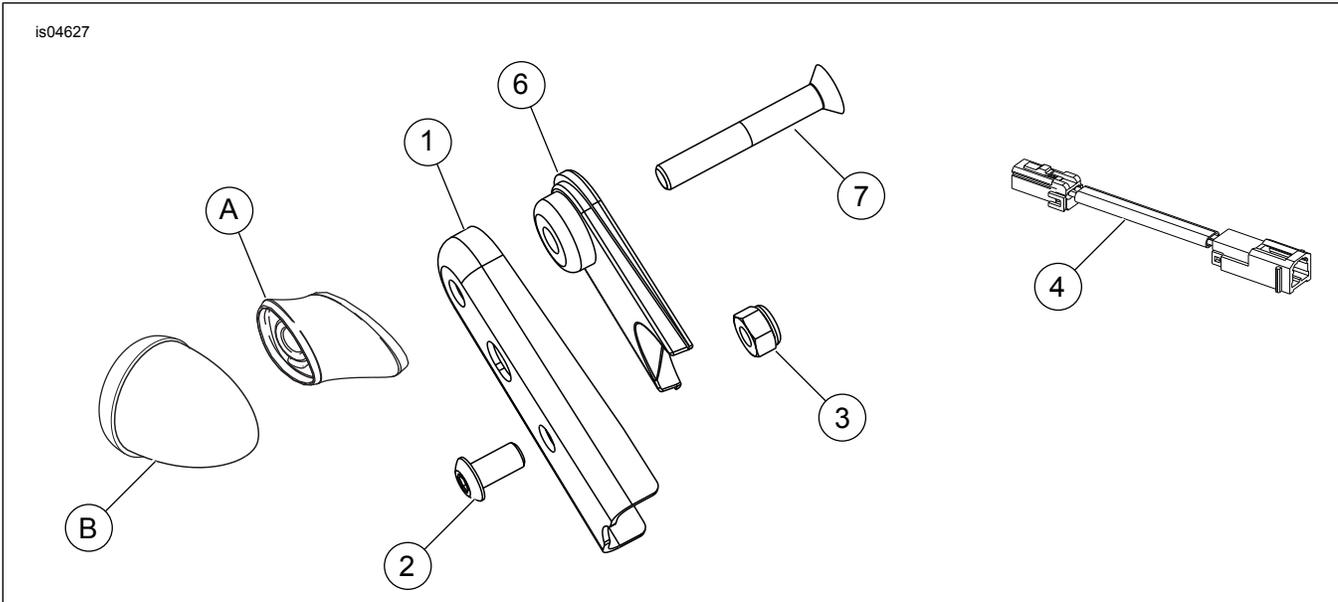

Figura 7. Parti di ricambio: kit di riposizionamento degli indicatori di direzione
Vedere Figura 7 e Tabella 1.
5. Vedere Figura 7. Tirar via dal sostegno del parafrangimento l'indicatore di direzione (B) ed il relativo attacco (A).
2. Vedere Figura 7. Inserire la vite di serie e la rondella attraverso il foro posteriore della staffa di ricollocazione (1) e l'attacco degli indicatori di direzione (A).
3. Avvitare la vite negli indicatori di direzione (B). Serrare ad una coppia di 16,3-21,7 N·m (12-16 ft·lb).
4. Allineare la staffa di ricollocazione (1) alla parte posteriore del sostegno del parafrangimento e installarla con la vite (2) e il dado (3) presi dal kit. Serrare il dado ad una coppia di 16,3-21,7 N·m (12-16 ft·lb).
6. Vedere Figura 7. Collegare la parte maschio della prolunga del cablaggio (4) al connettore degli indicatori di direzione. Quindi collegare la parte femmina della prolunga del cablaggio al relativo connettore sulla scheda del circuito stampato.